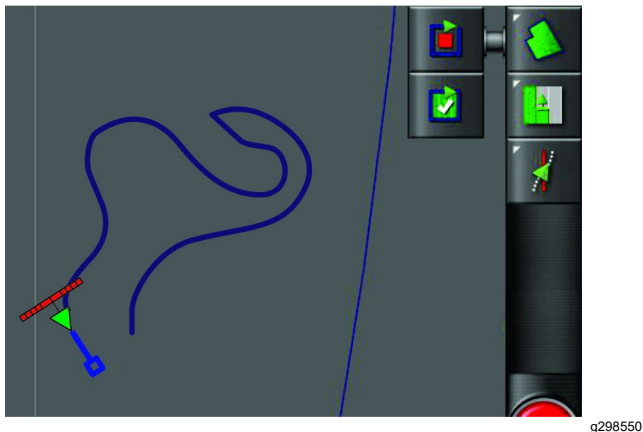

Figura 44
1. Quando vi trovate vicino al punto di inizio del confine del campo, fermate la macchina (Figura 44).